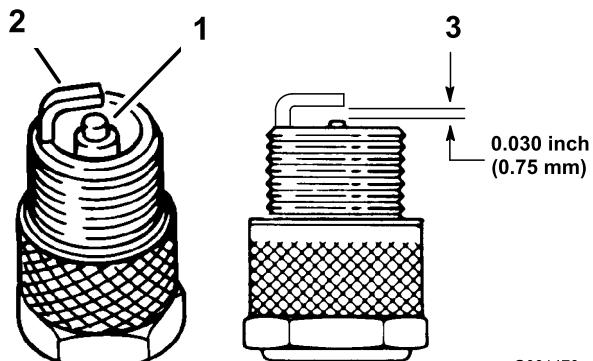

Figura 30
1. Mire la parte central de las bujías (Figura 30). Si se observa un color gris o marrón claro en el aislante, el motor está funcionando correctamente. Si el aislante aparece de color negro, significa que el limpiador de aire está sucio.
3. Conecte los cables a las bujías (Figura 30).